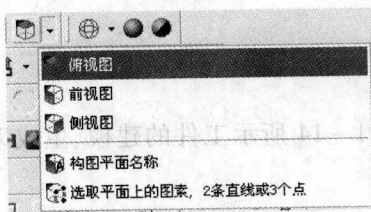
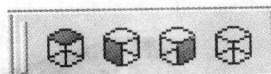

图 1-15 选择构图平面
图 1-16 选择视角平面
(1) 双击计算机桌面上“Mastercam X”快捷方式图标,进入其工作界面。
(2) 单击下拉菜单[M 机床类型]/[M 铣床]/[S 选取],进入铣床加工模块。
(3) 单击工具条“”右侧小箭头,出现如图 1-15 所示对话框,选择“ 俯视图”作为构图面;单击图 1-16 所示工具条中的俯视图视角图标“”,选择俯视图作为视角平面。
(1) 单击图 1-16 中的等角视图图标“”,使四方体呈正等侧显示。